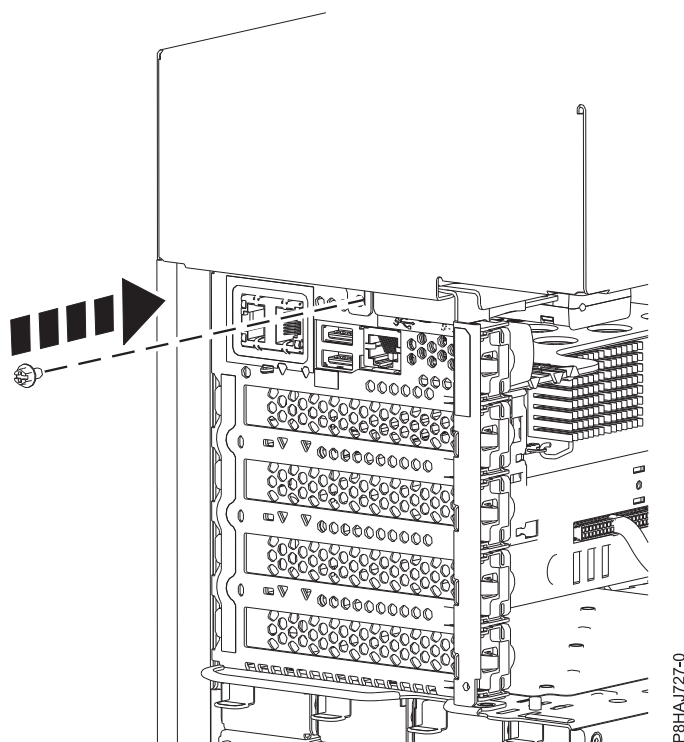

図 40. 8286-41A サイド・カバーねじの取り付け
5. プラスのねじ回しを使用して、サイド・カバー後部ねじを取り付けます (59 ページの図 40 を参照)。